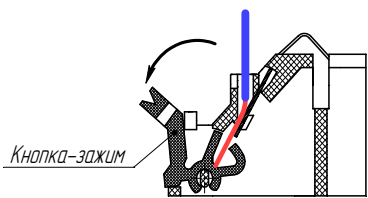

Рисунок 1
- Кнопки-зажимы контактов 3 и 4 (маркировка контактов выполнена на контактной группе) предназначены для подключения «->» ШС. В состоянии поставки кнопки-зажимы находятся в отжатом положении, освобождая каналы для ввода проводов (см. рисунок 1). Подключение проводов ШС следует проводить в следующей последовательности: